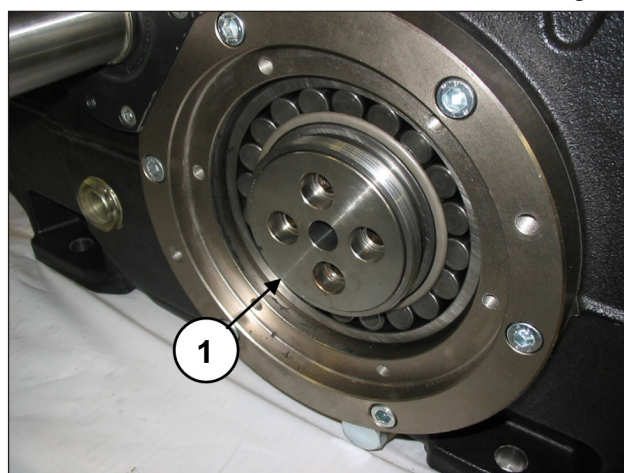

Fig. 15
Le flangie bloccaggio bussola devono essere lasciate in sede (pos. ①, Fig. 15).